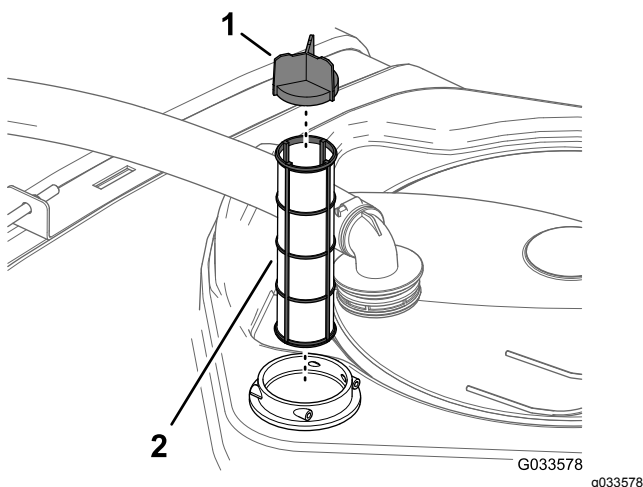

Figura 96
4. Estraiete il filtro di aspirazione dall'alloggiamento del filtro nel serbatoio (Figura 96).